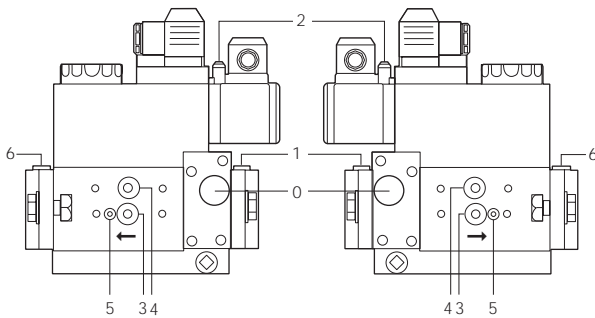

Рис. 25
- Чистка и контроль патрона газового фильтра, при необходимости его замена (см. Рис. 25)